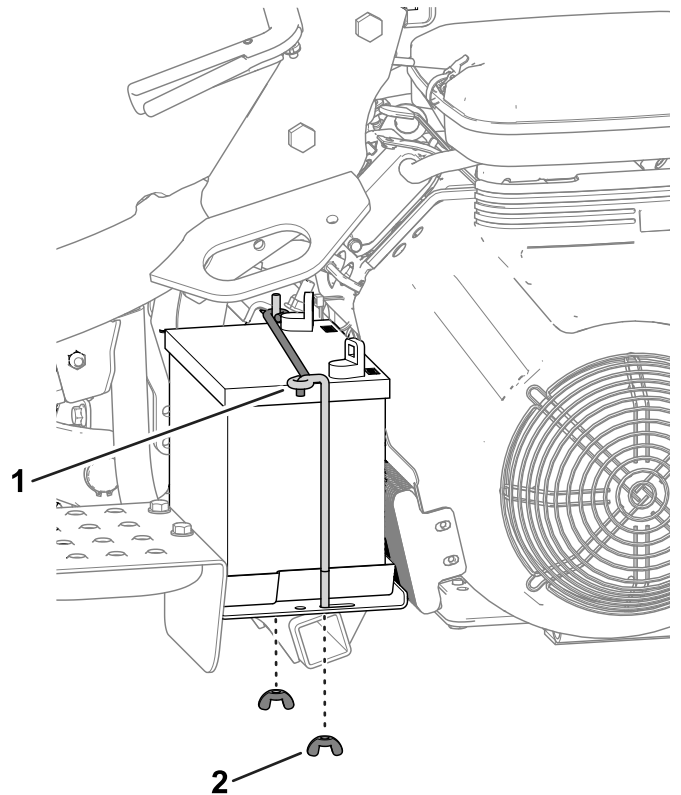

Figure 35
2. Retirez les écrous à oreilles et les tiges qui fixent la batterie sur à la plate-forme (Figure 35) et sortez la batterie.
5. Placez la batterie sur son support et fixez-la en place avec les tiges et les fixations retirées précédemment (Figure 35).